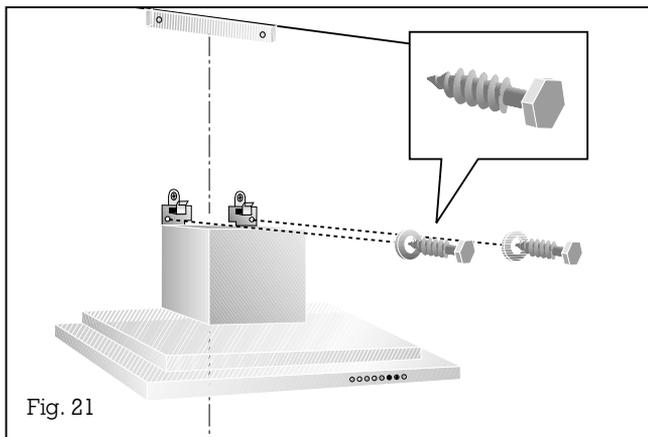

Fig. 21
- Fissate la cappa sulla parete con le 4 viti **b** (Fig. 21 ed 22).